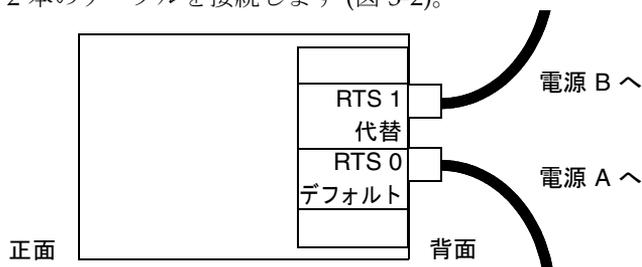

図 3-2 E4900 を搭載する Sun Fire キャビネットの構成: 1 つの RTU アセンブリおよび 2 つの独立した AC 電源
- 1 つの RTU アセンブリおよび 2 つの独立した AC 電源を使用する構成では、システムの背面に 2 本のケーブルを接続します (図 3-2)。